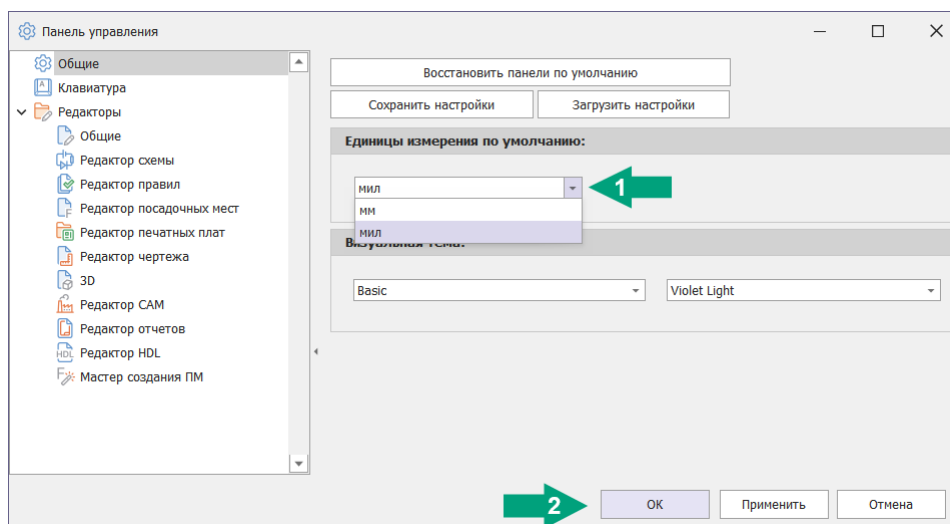

Рис. 34 Выбор единиц измерения
2. Нажмите кнопку «ОК», расположенную в нижней части окна (см. Рис. 34).